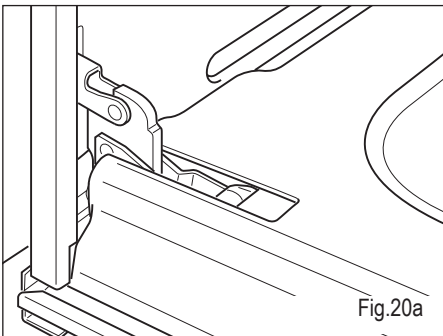

Fig. 20a
- Open the door to the full extent (fig. 20a).